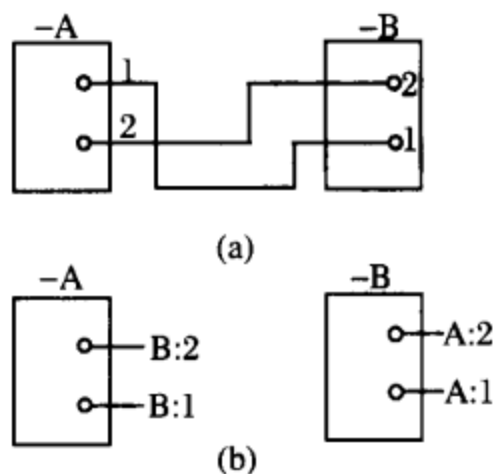

图 1-8 用符号标记表示中断
④用符号标记表示连接线的中断。例如图 1-8 所示, 图 (a) 中连接线 1、2 用中断线表示, 其表示方法如图 (b)。